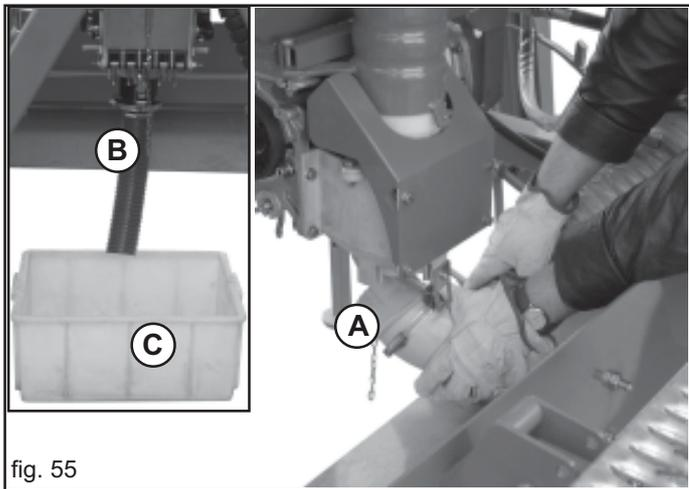

fig. 55
- Den Bogen unter dem Einspritzerkanal entfernen (A, Fig. 55), durch Loosen des Schnellverschlusses ab.
- Das beigestellte Sammelrohr (B, Abb. 55) in der gleichen Position anbringen, mit dem Schnellverschluss, am anderen Rohrende einen Sammelbehälter aufstellen (C, Fig. 55).